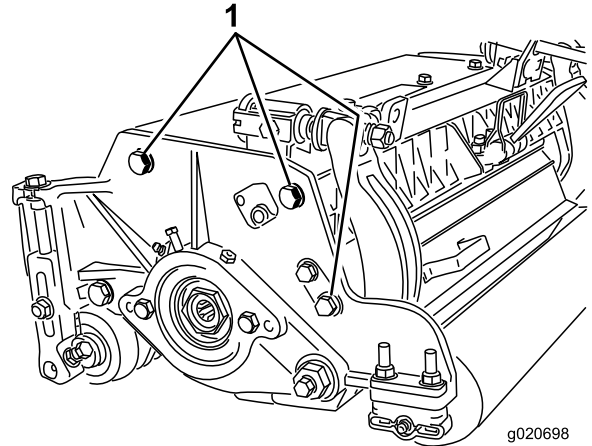

図 15
**注** リールと後ローラとの平行関係は、カッティングユニット全体の組み立て精度により保証されていますから、調整は不要です。極わずかの狂いの調整は以下の方法により可能です。カッティングユニットを定盤の上に載せ、サイドプレート固定キャップスクリューをゆるめる図 15。きちんと調整してキャップスクリューを締め付ける。各キャップスクリューを 37-45 Nm(2.8-3.7 kg.m=27-33 ft-lb) にトルク締めする。